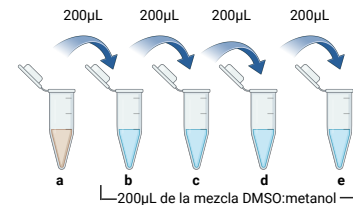

Figura 2. Preparación de los viales a, b, c, d y e.
7. Realizar las diluciones a partir del **vial a**. Adicionar a partir del **vial b** al **e**, 200 µL de la mezcla DMSO: METANOL. Posteriormente, transfiera 200 µL del **vial a** al **vial b** y mezcle. A partir del **vial b** transfiera 200 µL al **vial c** y mezcle. Posteriormente, transfiera 200 µL del **vial c** al **d** y mezcle. Finalmente, transfiera 200 µL del **vial d** al **e** y mezcle. Ver Figura 2.